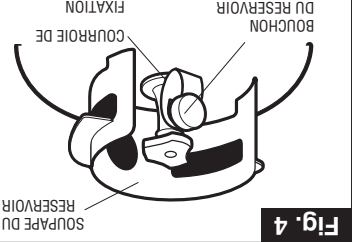

Fig. 4
- Utilisez **toujours** le bouchon du réservoir lorsque le réservoir n'est pas branché à l'appareil. (Fig. 4)